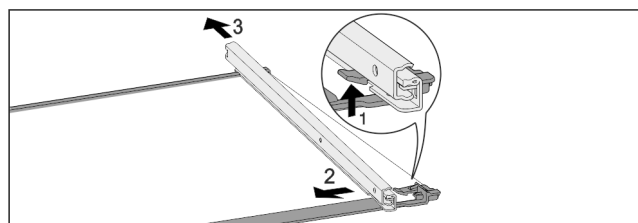

Fig. 52 Tablette en verre avec rails
- ▶ Pousser le crochet d'enclenchement avant vers le bas. Fig. 52 (1)
- ▶ Pousser le rail télescopique vers le côté Fig. 52 (2) et vers l'arrière Fig. 52 (3).